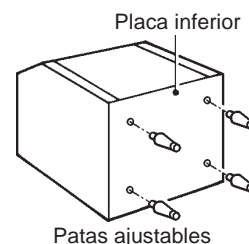

Fig. 3
- 1) Atornille completamente las cuatro patas proporcionadas (accesorio de la cubeta) en la parte inferior de la Cubeta de Almacén. Ver Fig. 3.